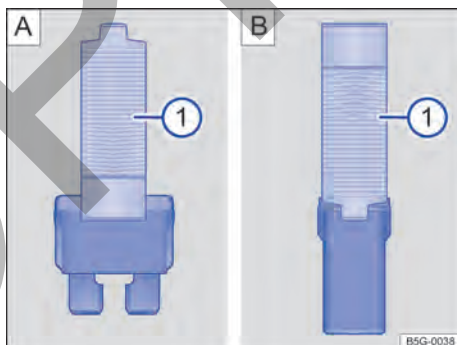

Fig. 177 Retirar o colocar el fusible con la pinza de plástico: [A] fusible plano, [B]: fusible de bloqueo.
- De ser necesario, retirar la pinza de plástico → fig. 177 [1] de la cubierta de la caja de fusibles.
- De acuerdo con la versión del fusible, colocar las garras adecuadas del alicate plástico → fig. 177 [A] [1] o → fig. 177 [B] [1] de forma lateral en el fusible.